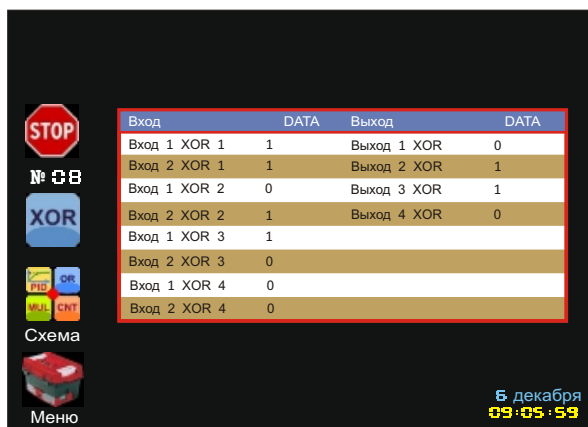

Рис. 73. Меню "Процесс" (Блок "Иключающее ИЛИ").
9.3.13 В меню **Процесс** блок Иключающее ИЛИ представлен в виде таблицы, в которой находится информация о состоянии 8-ми входов и 4-х выходов блока в данный момент времени (Рис. 73).